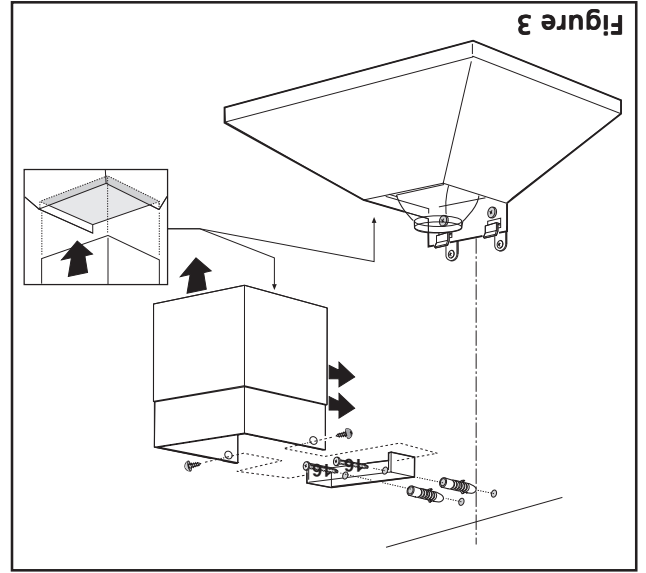

Figure 3
20. Installer la couverture de la conduite, comme décrit dans la Figure 3. Ne pas oublier de laisser le présent manuel à disposition du propriétaire.
10. En utilisant les dispositifs d'ancrage fournis, installer la bride de support pour la couverture de la conduite contre la paroi, en la maintenant parfaitement alignée avec la bride (voir Figure 3).